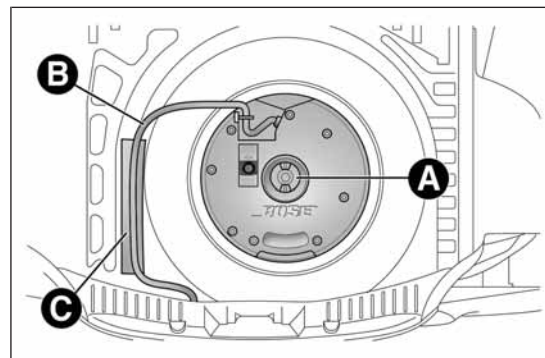

fig. 124
- ☐ aflojar el dispositivo de bloqueo A fig. 124, levantar el Subwoofer y después despegar el cable de conexión B del velcro C;
- ❑ apoyar el cable B fig. 124 en el velcro C para evitar pellizcarlo;